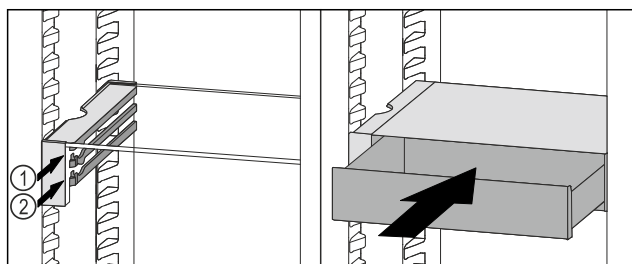

Fig. 132
- VarioSafe-lade achter de stoppers op de gewenste rib Fig. 132 (1) of Fig. 132 (2) plaatsen.